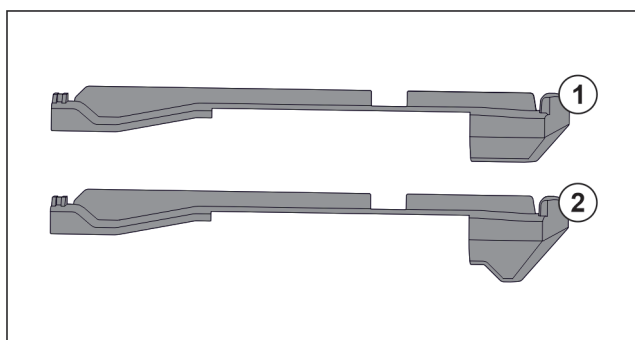

Fig. 149 Usporedba natičnih dijelova
U uređaju se nalaze dva različita natična dijela. Natični dio iznad najdonje ladice Fig. 149 (2) ima trokutasti rub. Svi drugi natični dijelovi Fig. 149 (1) imaju ravan rub.
- Postavite natični dio Fig. 149 (2) s trokutastim rubom iznad najdonje ladice.
- Postavite natični dio Fig. 149 (1) s ravnim rubom na svim drugim stranama.